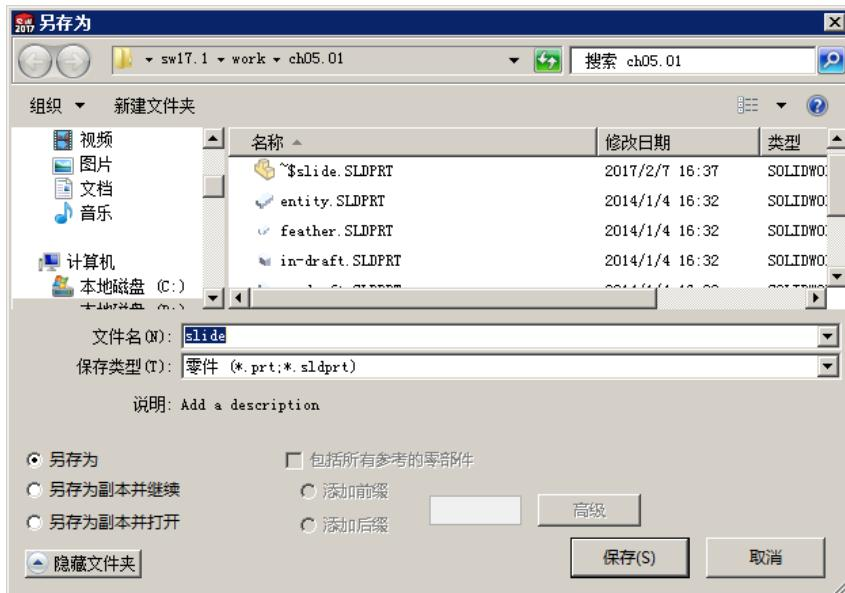

图 5.1.31 “另存为”对话框
Step1. 选择下拉菜单 **文件(F)** → **保存(S)** 命令（或单击“标准”工具栏中的 按钮），系统弹出如图 5.1.31 所示的“另存为”对话框。